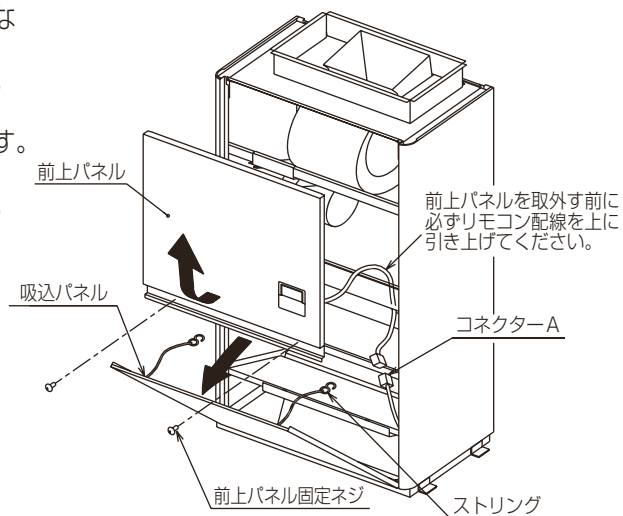

図1
(1) パネルの取外し・・・図1
- 2) 図1に示すリモコン配線のコネクターAを抜いてください。